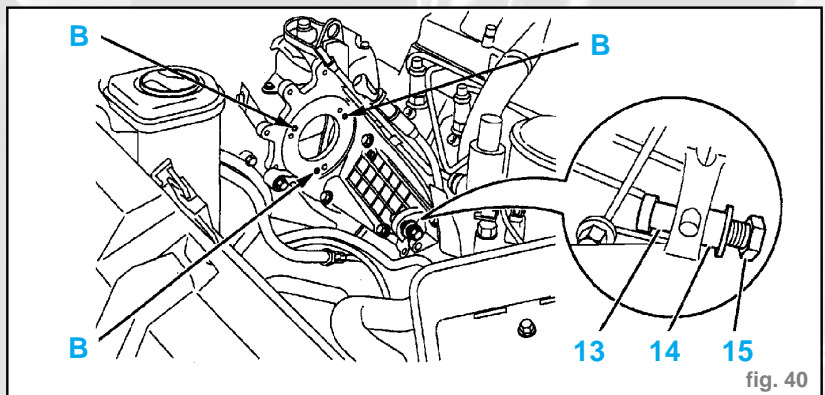

fig. 40
- S'assurer de la présence de la vis (13) et de l'entretoise (14) sur le support de pompe d'injection. (fig. 40)